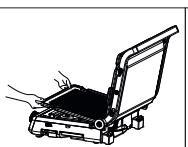

Рис. 2
- Поверните фиксатор (4) верхней рабочей поверхности и разблокируйте ее.
- Возьмитесь за ручку (1) и раскройте гриль.
- Нажмите на кнопку (6) (рис. 1) и снимите нижнюю пластину (10) (рис. 2).
- Нажмите на кнопку (2) и снимите верхнюю пластину (11).
- Выньте поддон (5).
- Промойте поддон (5) и пластины (10 и 11) тёплой водой с нейтральным моющим средством и тщательно просушите.
- Установите поддон (5) на место.
- Закройте гриль, вставьте вилку сетевого шнура в розетку, при этом замигает индикатор включения в сеть на кнопке (8) и раздастся короткий звуковой сигнал.
- Нажмите на кнопку (8) для включения гриля, при этом прозвучит звуковой сигнал, засветится дисплей (12) и индикатор включения будет гореть постоянно.